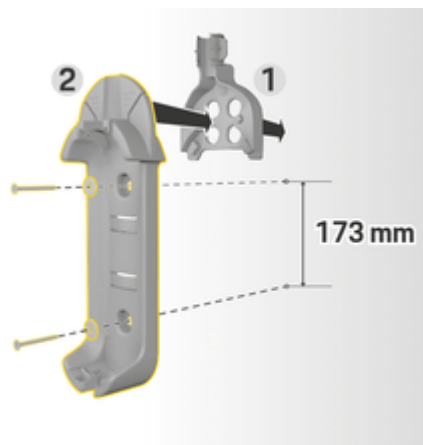

Рис. 6: Размеры под отверстия
3. Вдавите базовое настенное крепление 2 (Рис. 6) спереди в кабелепровод 1 (Рис. 6).